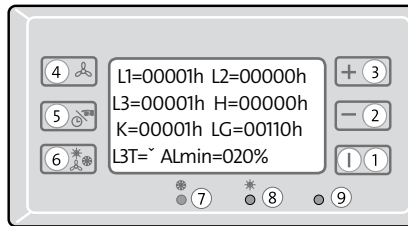

Abb. 6.17
- **Taste 5** so oft drücken, bis „**L3T**“ blinkt (s. Abb. 6.17)